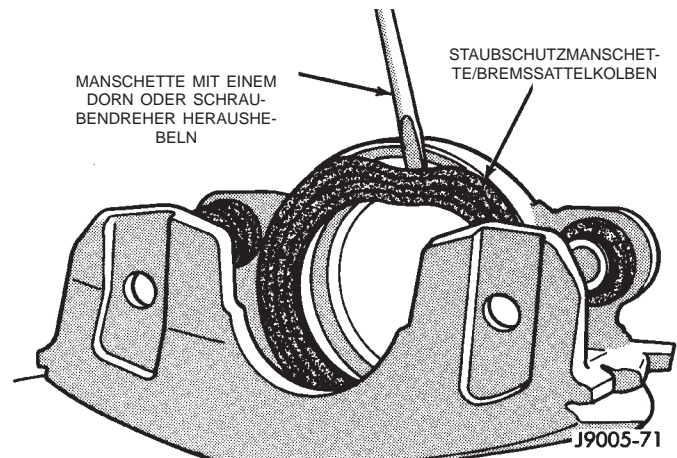

Abb. 67 Lösen der Staubschutzmanschette des Bremsattelkolbens
(5) Staubschutzmanschette des Bremsattelkolbens mit einem geeigneten Hebelwerkzeug lösen (Abb. 67).